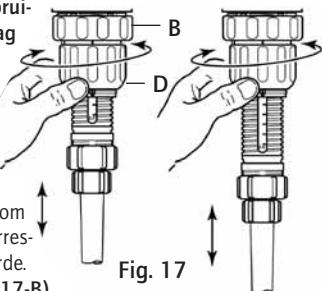

Fig. 17
- Draai de conische moer/blokkeerring los (Fig. 17-B).
- Draai de doseermoer links- of rechtsom (Fig. 17-D) totdat de bovenzijde correspondeert met de gewenste doseerwaarde.
- Draai de blokkeerring weer vast (Fig. 17-B).